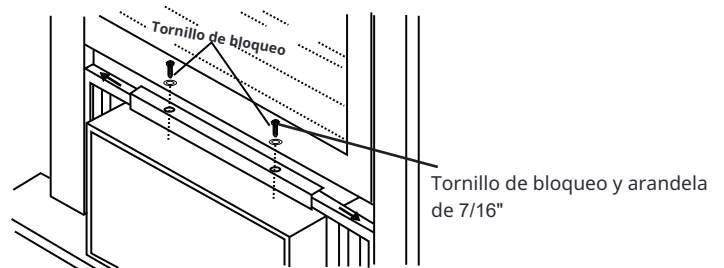

Fig. 17
- Extienda los paneles para llenar completamente la abertura de la ventana. Apriete los tornillos de bloqueo en la parte superior (Fig. 17).